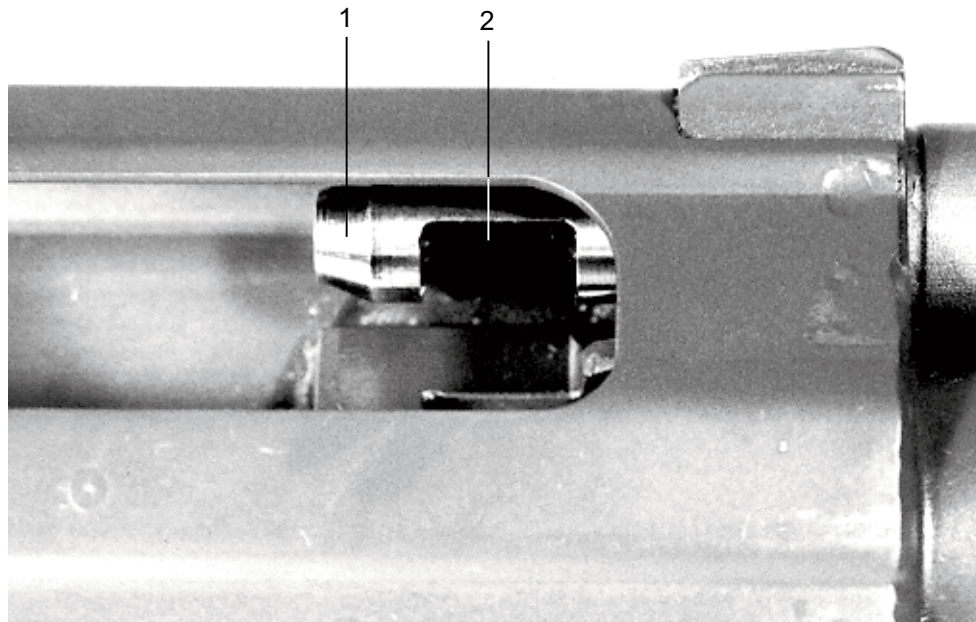

Bild 16: Gasstange einbauen: richtige Lage der Arretiernute
- a. Die Längsbohrung am Kopf der Gasstange gegen den Lauf gerichtet ist, somit wird die Arretiernute die richtige Lage aufweisen (Bild 16);